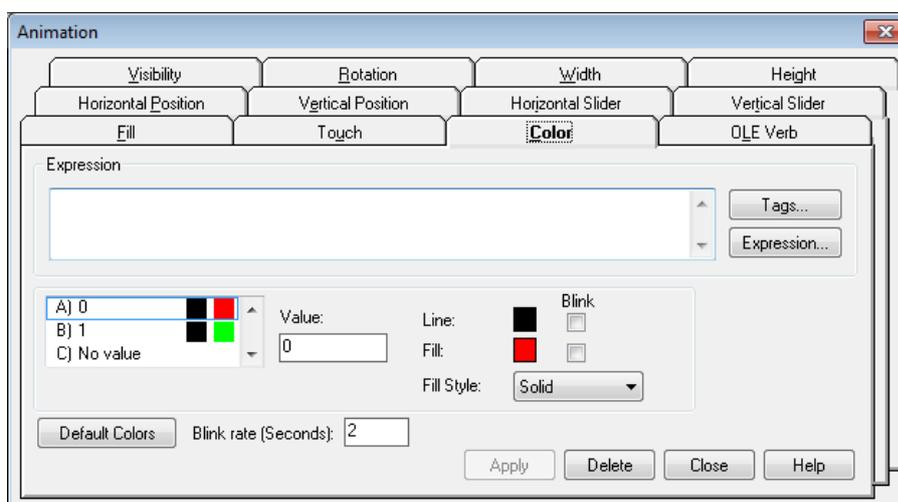

Figura 32: Selección de “Tags...” para la animación de color
3. Instataneamente surgirá la ventana de “Animation” seleccionarpor defecto la pestaña de “Color”, podemos cambiar algunos parámetros como el color de acuerdo al estado que se encuentre el tag, etc. Para asignar un tag al “Symbol Factory” dar clic en “Tags...” como se muestra en la Figura 32.